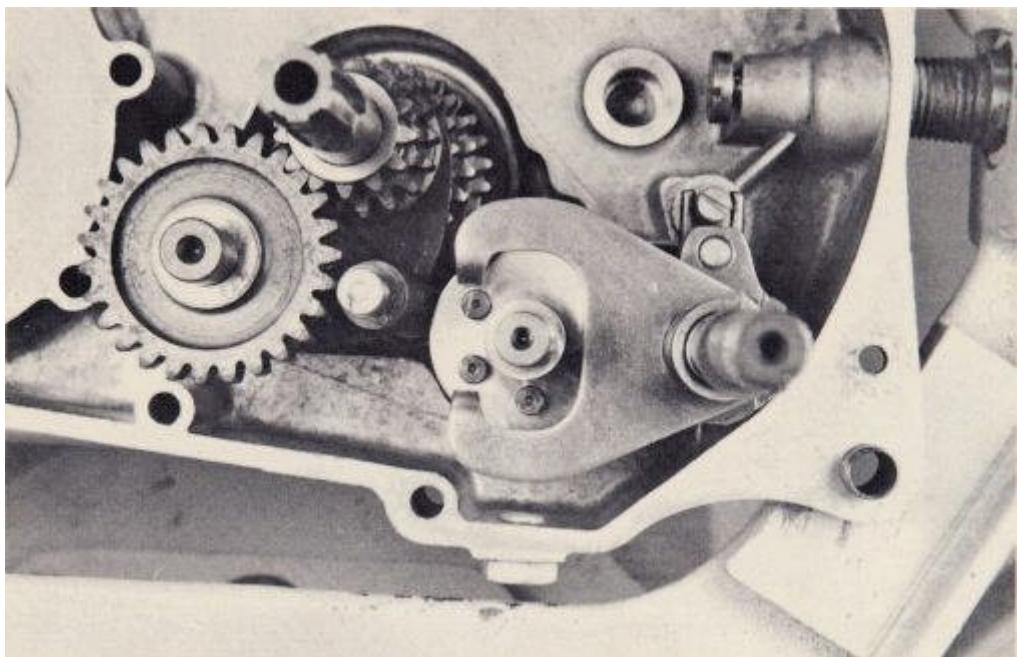

FIG. 60
36. Cuando aún estaba en 2a velocidad, y con el conjunto de retén todavía en su lugar, instale el mecanismo del eje selector, empujando con firmeza hasta que esté totalmente asentado, y el muelle de retorno está en el anclaje alfiler. Tome en cuenta que hay dos turnos de tambor selector de alfileres entre las puntas del trinquete selector. Cada uno de estos dos pines debe ser una distancia igual distancia de las puntas de los trinquete (Fig. 60). Si no es así, al final del muelle de retorno de selección tendrá que ser ligeramente doblados hasta que estos pines se centran entre las puntas de los trinquete. Si tiene que doblar la primavera, estar seguros de que después de que se dobla, los extremos siguen siendo un buen ajuste en el anclaje alfiler.